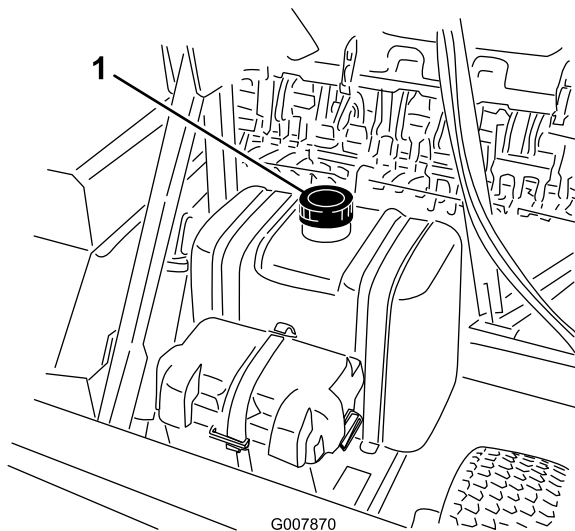

Figura 28
2. Pulite l'area intorno al tappo di ogni serbatoio (Figura 28) e togliete il tappo.